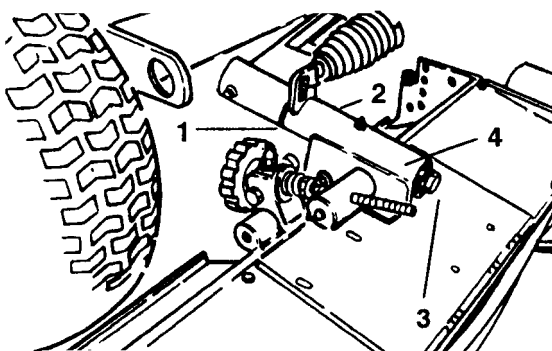

Fig. 45
1. Skyv en sprengskive på løftearmens dreiestang (fig. 45).